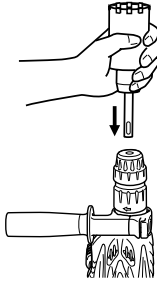

Fig. 20
- (2) Montar la espiga de la barrena tubular en el martillo perforador. (Fig. 20)